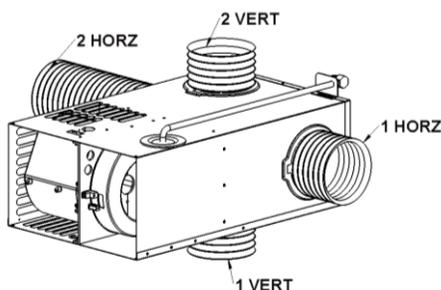

Figure 6
- Connectez la ligne de gaz au-dessus et à l'arrière de la fournaise. Voir les connexions de gaz dans la figure 6
5. Retirez le plateau de déboucheur des sorties désirées. See Figure 6. Si les deux sorties de 4 po ne sont pas utilisées, laissez-les en place, si elles sont retirées, un plateau de couverture peut être acheté.